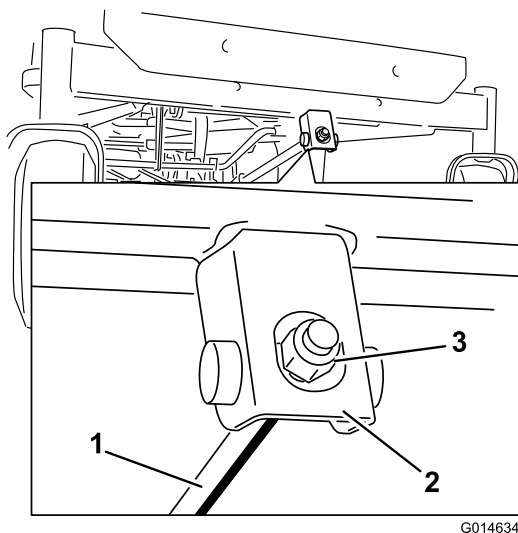

Figure 55
- Pour régler l'inclinaison avant/arrière des lames, tournez l'écrou de réglage à l'avant du tablier de coupe (Figure 55).